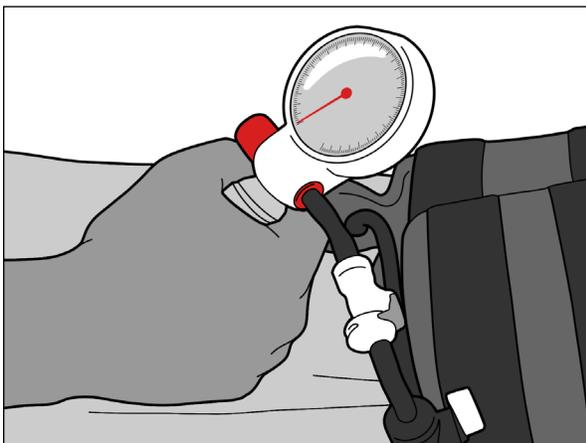

Figure 19
6. Gonfler la vessie à la pression souhaitée en pressant plusieurs fois la poire (Figure 19).